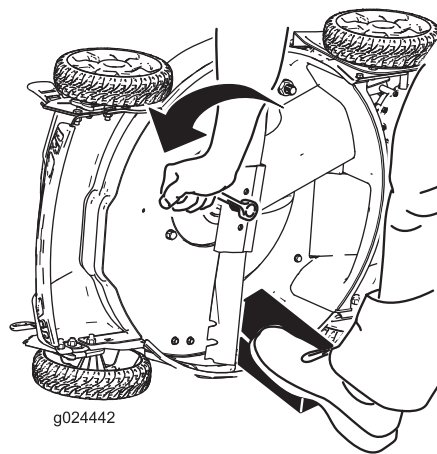

Figura 26
4. Retire la cuchilla girando el perno de la cuchilla en sentido antihorario, conservando todas las fijaciones de montaje para la instalación de la cuchilla nueva (Figura 26).
3. Utilice un bloque de madera para inmovilizar la cuchilla (Figura 26).